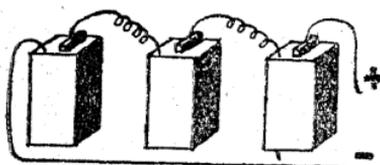

Figure 56
**Piles sèches de 4 volts.** — Commencez par ne prendre que trois éléments de 1 volt 5, reliez-les en série, c'est-à-dire le négatif sur le positif de façon à avoir à une extrémité un négatif et à l'autre un positif; ces trois éléments donneront en tout 4,5 volts (Fig. 56). Avant de les brancher à l'appareil ayez soin de mettre les rhéostats à zéro, puis tournez-les doucement de façon à ne pas survolter les lampes. Ce n'est que lorsque la réception